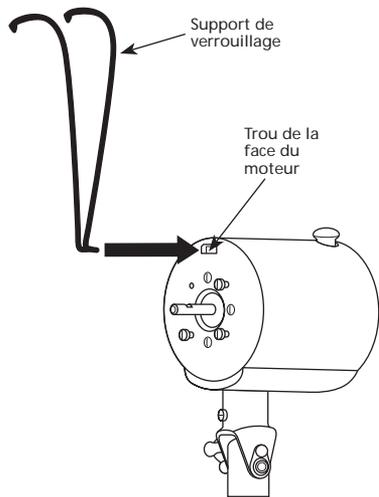

FIGURE 6
19. Installer le dispositif de verrouillage comme le montre la Figure 6. NOTE : NE PAS retirer la barrière de caoutchouc du trou de la face du moteur. Introduire le bas du dispositif de verrouillage dans l'ouverture protégée par la barrière de caoutchouc.